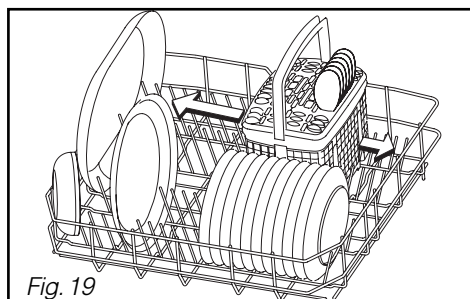

Fig. 19
**Le panier a couverts est coulissant pour vous permettre un chargement modulable.** Il peut être disposé à n'importe quel endroit du panier inférieur. Ainsi vous pouvez effectuer des chargements divers en fonction des pièces de vaisselle (Fig. 19).